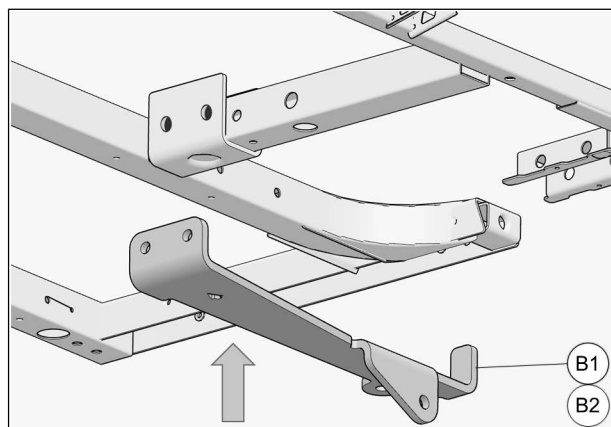

Fig. 6
- Soulever la plaque d'ancrage (B1-B2) au même emplacement sous le châssis du marche-pied comme montré à la Fig. 6